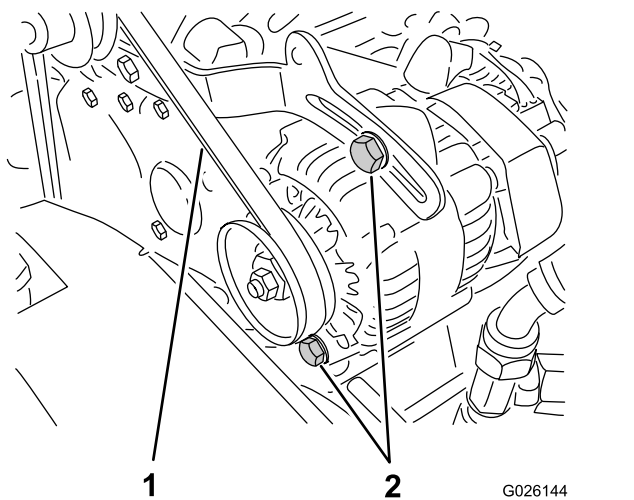

Figura 62
2. Verificai tensionarea apăsând cureaua la mijlocul distanei dintre arborele cotit i fulliile alternatorului cu o foră de 10 kgf (Figura 62).
A. Slăbii cele 2 uruburi de montare a alternatorului (Figura 62).
B. Folosind o rangă, rotii alternatorul până când este atinsă tensionarea corectă a curelei, apoi strângei uruburile de montare (Figura 62).